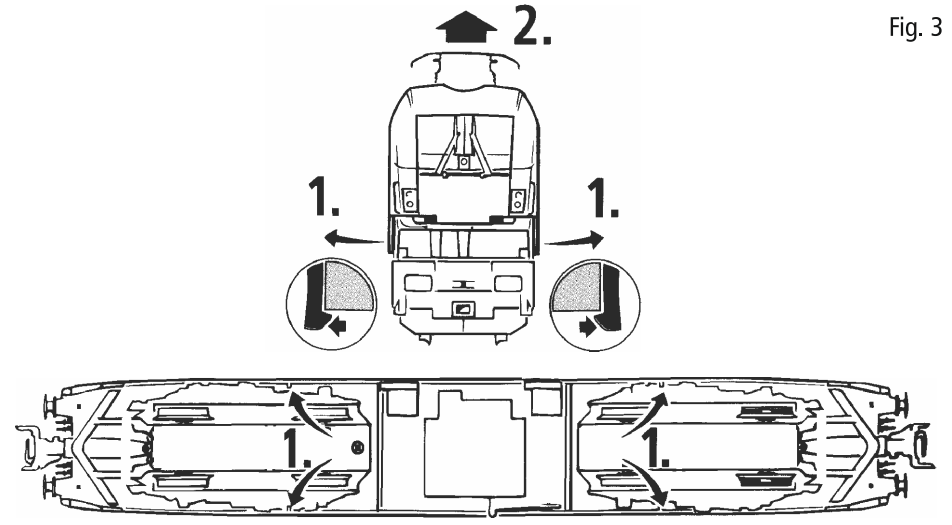

Fig.4
**1. Reinigung der Radstromkontakte:** Radstromkontakte können auf unsauberen Schienen leicht verschmutzen. Entfernen Sie **vorsichtig** mit einem kleinen Pinsel **den Schmutz** an den in Fig. 4 gekennzeichneten Stellen. Dazu zuerst den Getriebedeckel abnehmen (Fig. 8).
**1. Nettoyage des lames de courant aux roues:** Les lames de contacts risquent de s'encrasser rapidement sur des voies poussiéreuses. Veuillez **enlever la poussière** aux endroits marqués à la fig. 4 à l'aide d'un petit pinceau souple. A ces fins démontez d'abord le bogie (fig. 8).
**2. Graissage:** N'appliquez **qu'une toute petite goutte** aux endroits indiqués par le plan de graissage (fig. 6) après avoir démonté la caisse de la locomotive (fig. 4). Nous vous recommandons **le graisseur à huile Roco réf. 10906**. Pour graisser les engrenages (roues dentées, vis sans fin) nous vous conseillons **la graisse spéciale Roco réf. 10905** pour engrenages en matières synthétiques. Lorsque vous utilisez cette graisse il faut éviter d'huiler ces composants.
**1. Cleaning of wheel contacts:** Wheel contacts easily get dirty on tracks which are not entirely clean. Use a small brush to **remove dirt** from spots marked in fig. 4. Prior to cleaning the contacts dismantle the bogie (fig. 8).
Fig.4 a